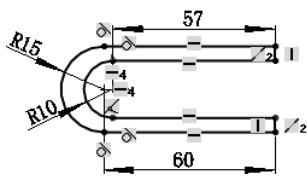

图 4.13.18 修改其他尺寸
Step2. 参照 Step1 修改其他尺寸约束，完成后的结果如图 4.13.18 所示。